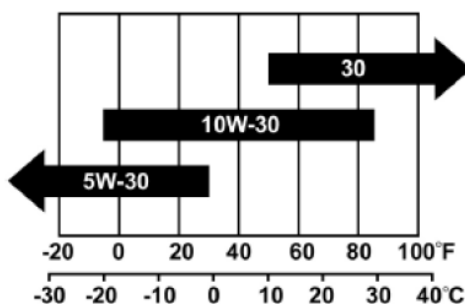

Рис.12
5. Долейте масла до уровня "HIGH" см. рис.12.